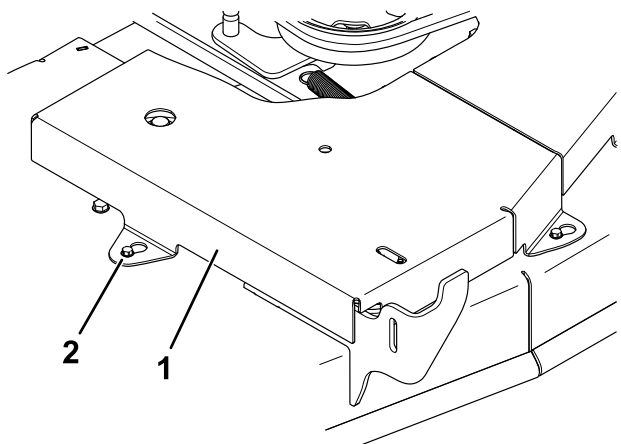
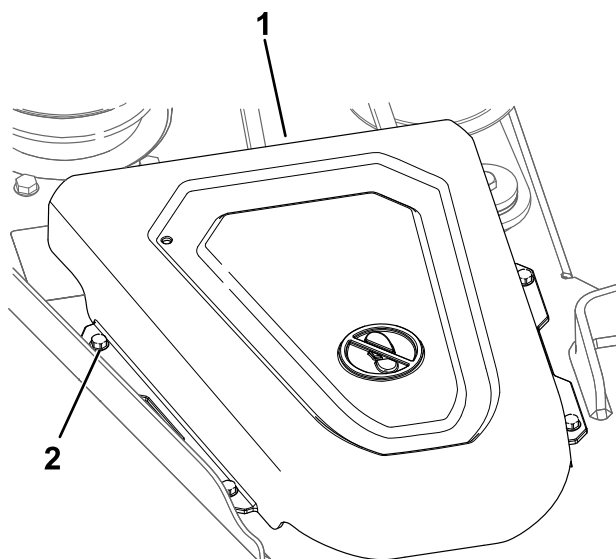

Figura 51
Figura 52
3. En carcasas de 91 cm (36"), afloje los 2 pernos de las dos cubiertas de las poleas, y retire las cubiertas (Figura 51).
cubiertas de las poleas y retire las cubiertas (Figura 52).
9. Instale las cubiertas de las poleas (Figura 51 o Figura 52).